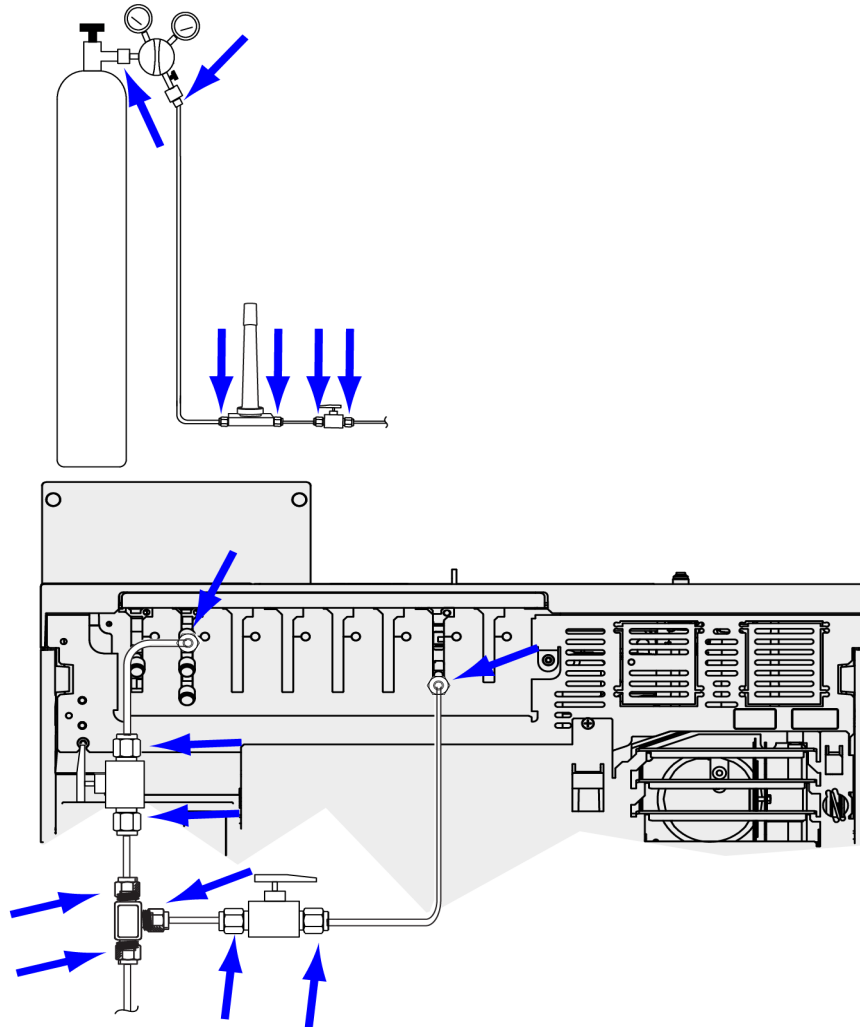

Abbildung 12. Positionen für Leckagetests
4. Warten Sie 10 Minuten. Wenn ein Druckabfall von mehr als 7 kPa (1 psi) auftritt, liegt bei den externen Verbindungen eine Leckage vor. Verwenden Sie das Dichtigkeitsprüfgerät, um alle Fittings auf Leckagen zu testen. Siehe **Abbildung 12**.